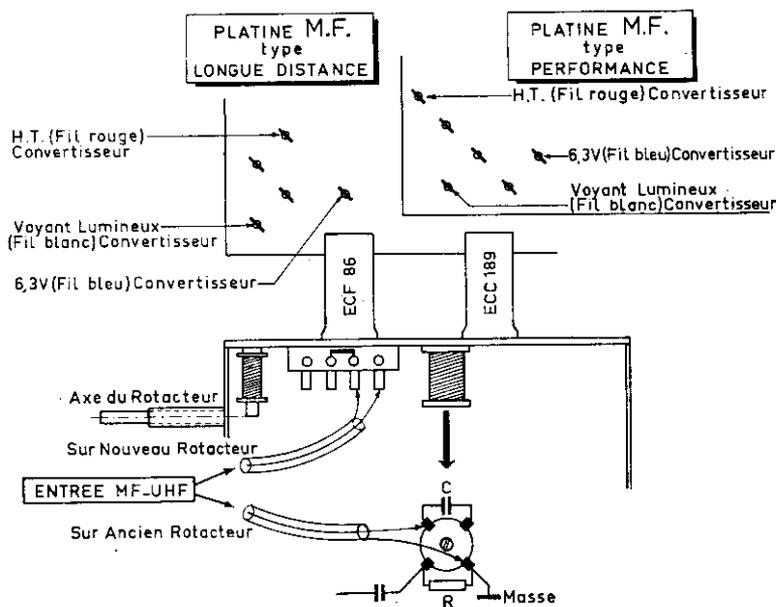

Fig. 5
- Connecter les fils : bleu (filaments), blanc (commutation du voyant lumineux) et rouge (haute tension) aux cosses-relais de la platine MF (voir fig. 5).
- Connecter sans modifier ses dimensions, le coaxial miniature venant du convertisseur, à l'entrée MF - UHF du rotacteur (voir fig. 5).